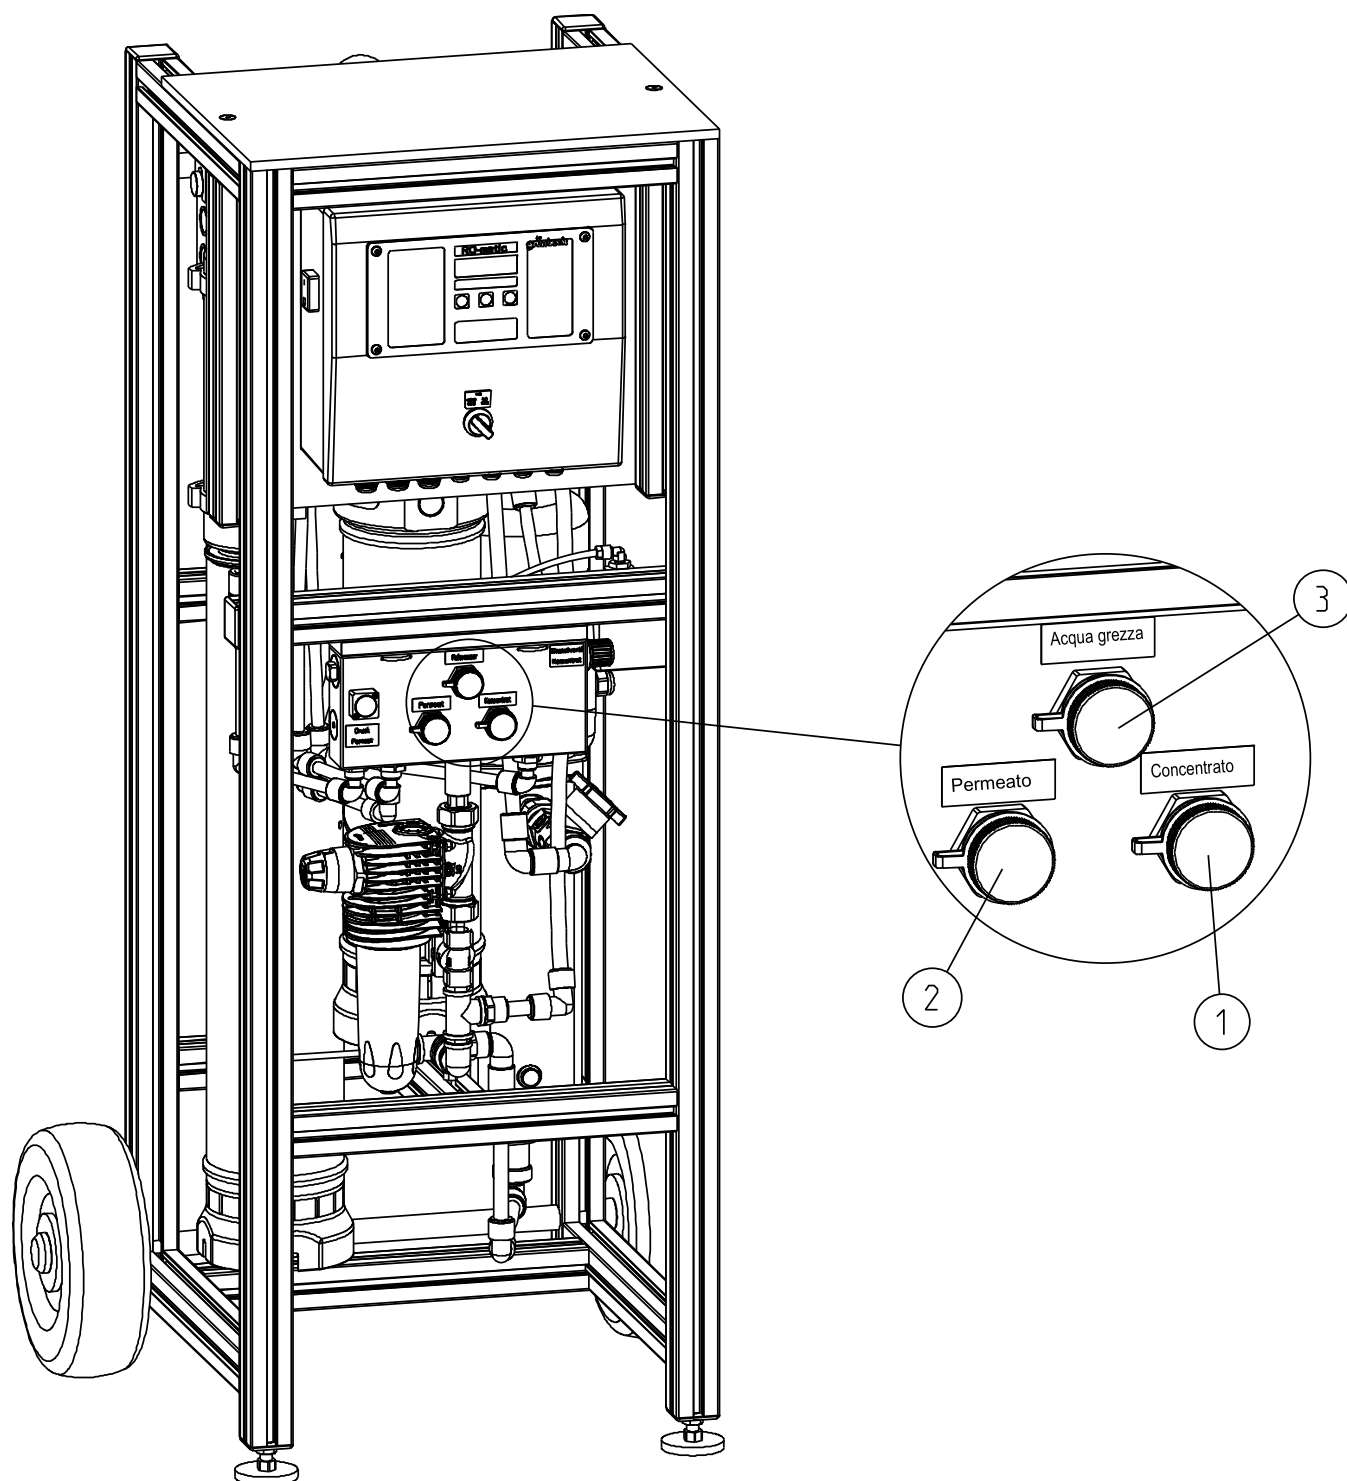

Fig. E-1: attacchi dell'impianto a osmosi inversa portatile AVRO-flex 400
- Collegare il tubo flessibile dell'acqua di alimentazione/acqua grezza all'impianto (cfr. fig. E-1, rif. 3).
- Collegare il tubo flessibile del permeato all'impianto e collegare al sistema da riempire (cfr. fig. E-1, rif. 2).
- Collegare il tubo flessibile del concentrato all'impianto (cfr. Fig. E-1, rif. 1). Portare la linea in pendenza alla rete fognaria e collegarla secondo EN 1717 (scarico a gravità).
La membrana è protetta da un prodotto protettivo per la durata dello stoccaggio e del trasporto. Prima della prima messa in funzione questo prodotto protettivo deve essere rimosso tramite lavaggio. A tal fine, il tubo flessibile del concentrato (cfr. fig. E-1, rif. 1) ed il tubo flessibile del permeato (cfr. fig. E-1, rif. 2) devono essere scaricati nella rete fognaria.